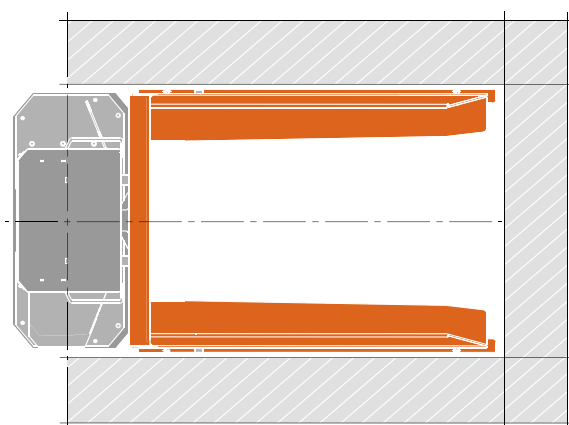

Imagen 17 Zona de seguridad
2. Coloque el elevador de palets en la posición deseada. Asegúrese de que haya espacio libre alrededor del elevador de palets (mín. 500 mm.); véase la imagen 17.